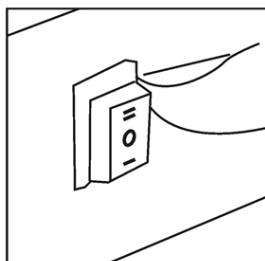

Abbildung 3
1. Drehen Sie den Netzschalter auf Position „I“. Der Motor startet, und auf dem Digitaldisplay wird die Raumtemperatur angezeigt (siehe Abbildung 3).